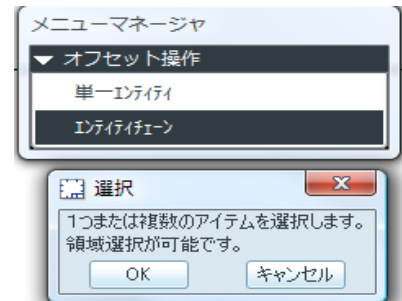

図 12-4 オフセット境界選ぶ
- 3) ダッシュボードに「スケッチ」を選択し、「スケッチ」をクリックすると、「エッジオフセット」をクリックするとオフセット操作メニューが現れる (図 12-4) に示す。エンティティチェーンを選ぶ、それから Ctrl を押しながら A3 シートの 4 辺をクリックする (線の色が赤くなる)。選択ボックスの「OK」をするとオフセット寸法の入力ボックス (図 12-5) に示す。「-5」を入力してから「値